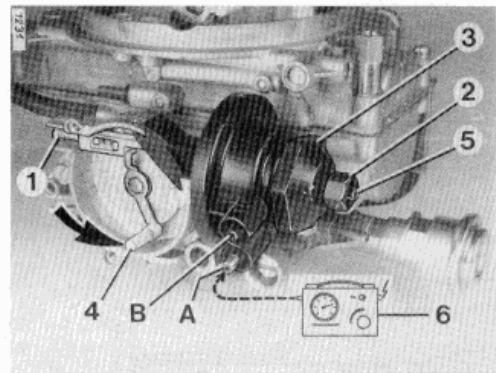
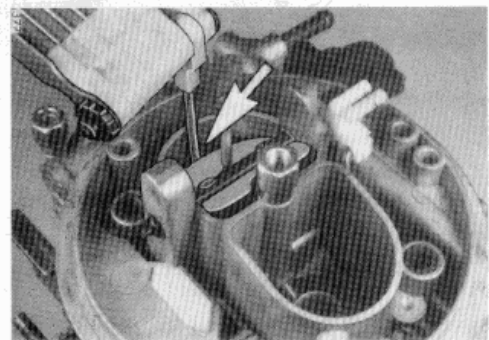
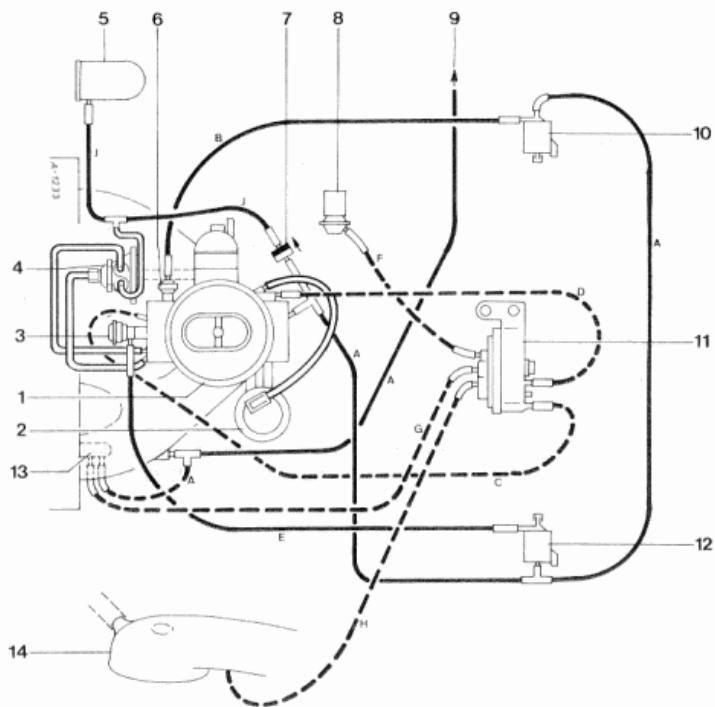

Bild 2
Bild 3
Bild 4
EINSTELLUNG, Starterklappe (Bild 2,3)
Vakuumentester (6) gemäß Bild 2 an Anschluß (A) angeschlossen.
- Anschluß (B) und (5) verschließen und Druckdifferenz (ca. 600 mbar) herstellen.
- Hebel (4) leicht in Pfeilrichtung drücken und Spaltmaß gemäß Bild 3 prüfen.
- Korrektur an Einstellschraube (1).
- Anschluß (5) öffnen.
- Korrektur an Einstellschraube (2).
- Anschluß (B) ebenfalls öffnen.
- Korrektur an Einstellschraube (3); Einstellschraube (2) dabei festhalten.
- Schlauchverbindungen herstellen, siehe Bild 4 u. 5.
ANSCHLUSSPLAN, Unterdruckleitungen (Bild 4,5)